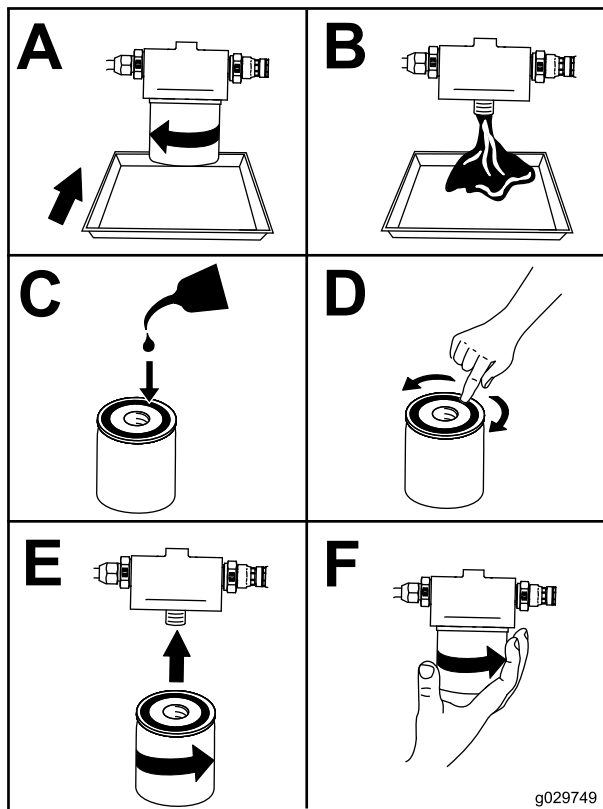

Figura 46
6. Mude o filtro do óleo (Figura 46).